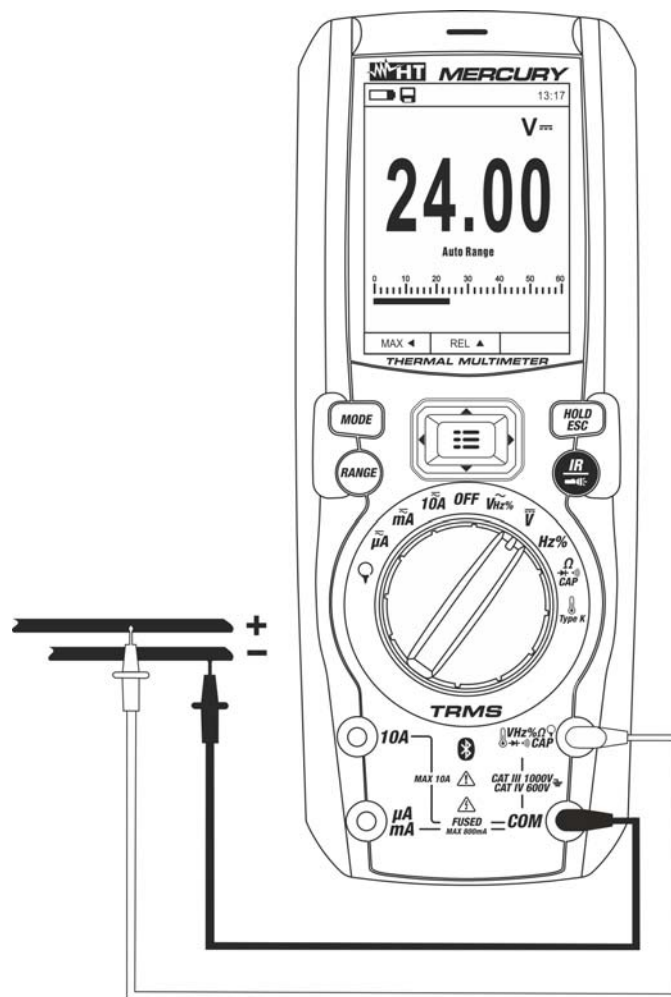

Fig. 21: Utilisation de l'instrument pour mesure de Tension DC, AC+DC
3. Positionner l'embout rouge et l'embout noir respectivement dans les points à potentiel positif et négatif du circuit testé (voir Fig. 21). La valeur de la tension apparaît à l'écran
5. L'affichage du symbole « - » sur l'écran de l'instrument indique que la tension a un sens opposé par rapport à la connexion de Fig. 21.